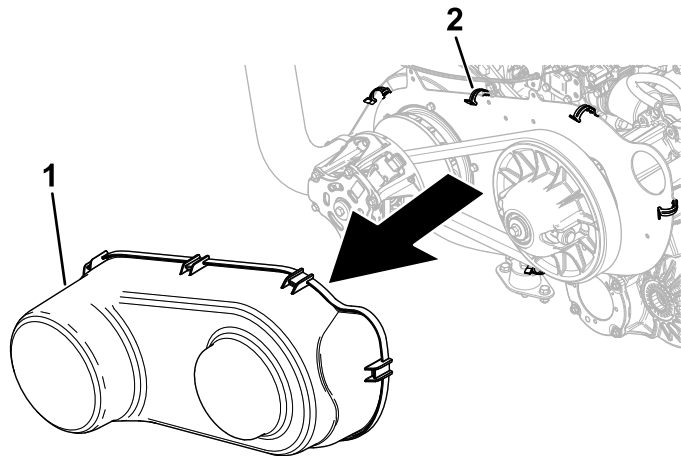

Bild 111
5. Lösen Sie die sechs Federclips, mit denen die Riemenabdeckung befestigt ist, und entfernen Sie die Abdeckung (Bild 111).
8. Bringen Sie die Riemenabdeckung wieder an (Bild 111).
10. Bringen Sie die Riemenabdeckung wieder an (Bild 111).